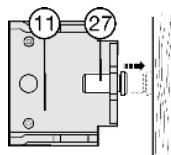

Fig. 14
► Выкрутите регулировочный винт Fig. 14 (27) в среднем кронштейне Fig. 14 (11) до упора с боковой стенкой шкафчика.